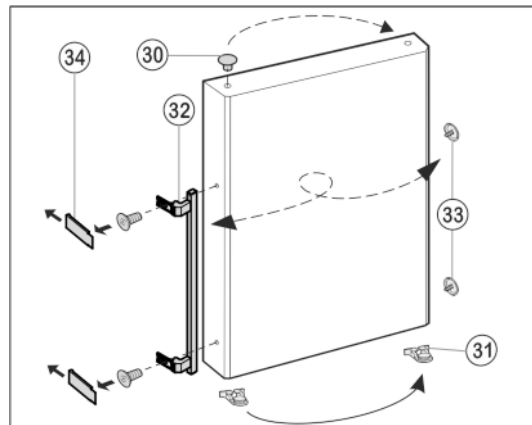

Fig. 12
- Irrota tulpat *Fig. 12 (30)* oven saranaholkeista ja vaihda vastakkaiselle puolelle.
- Ovenkahva *Fig. 12 (32)*, tulpat *Fig. 12 (33)* ja paininlevyt* *Fig. 12 (34)* irrotetaan ja vaihdetaan toiselle puolelle.